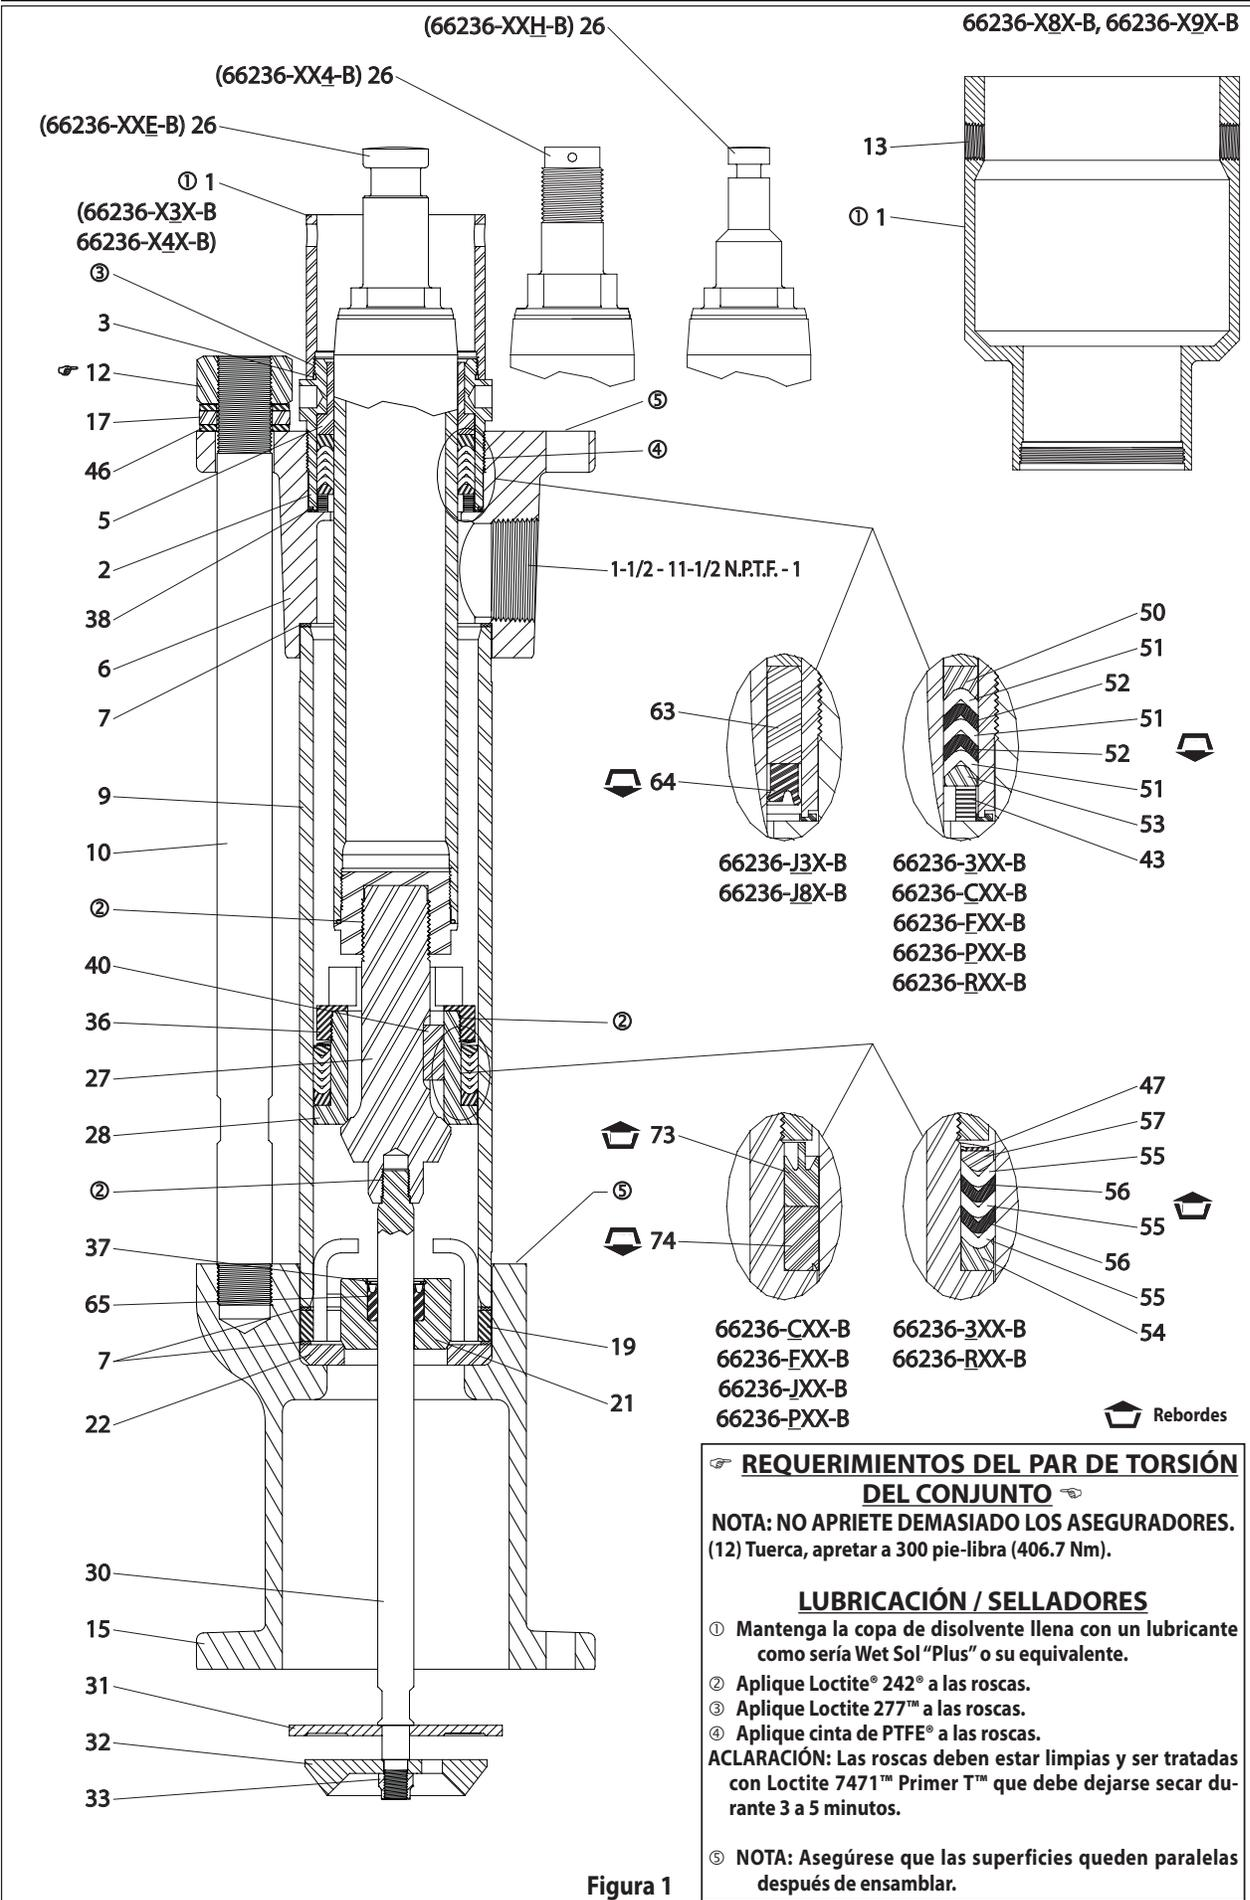

Figura 1
1. Ensamble el empaque superior dentro del cuerpo de salida (6), utilizando el material deseado (ver figura 1).
2. Ensamble la válvula (27), tres clavijas (40), el asiento de la válvula (28), empaques centrales y tuerca del asiento de la válvula (36) (ver figura 1).
3. Ensamble el empaque tipo "U" (65) en el cuerpo de la válvula de pie (21), asegurando el anillo de retención (37).
4. Coloque el asiento de la válvula de retención (22) y empaque (7) en el cuerpo de la cámara de presión (15).
5. Deslice el cuerpo de la válvula de pie (21) en la varilla (30). Coloque el montaje dentro del cuerpo de la cámara de presión (15) (ver figura 1).
6. Coloque el montaje de tope (19) y empaque (7) sobre el cuerpo de la válvula de pie (21) y en su posición correcta.
7. Asegure el cuerpo de salida (6) con una prensa. Deslice el extremo hembra del montaje del pistón (26) a través del cuerpo de salida (6).
8. Con el cuerpo de salida (6) todavía en una prensa, aplique Loctite 242 Threadlocker a las roscas de la válvula (27) y adose la válvula (27) al montaje del pistón (26) y asegure.
9. Lubrique los empaques centrales e interior del tubo (9). Coloque el empaque (7) en el cuerpo de salida (6). Deslice cuidadosamente el tubo (9) sobre el montaje del rodillo, apoyándolo en el cuerpo de salida (6).
10. Asegure el montaje de la válvula (8) en el cuerpo de salida (6).
12. Aplique Loctite 242 a las roscas de la varilla (30) (ver figura 1) y enrosque la varilla (30) en la válvula (27) y asegure.
13. Deslice el cuerpo de la cámara de presión (15) sobre el tubo (9) y en su posición correcta.
14. Deslice los pernos (10) a través de los orificios en el cuerpo de salida (6) y asegure al cuerpo de la cámara de presión (15).
15. Ensamble las tres arandelas (46), las arandelas de cierre (17) y las arandelas (46) a los pernos (10), asegurando con tres tuercas (12). NOTA: Apriete (12) tuercas a 300 pie-libra (406.7 Nm). NOTA: Asegúrese que las superficies del (6) cuerpo de salida y el (15) cuerpo de la cámara de presión queden paralelas después de ensamblar.
16. Para instalar el botón (32), presione el montaje del pistón (26) hacia abajo para extraer la varilla (30) fuera del fondo del cuerpo de la cámara de presión (15). Ensamble la placa (31) y el botón (32) a la varilla (30), asegurando la tuerca de cierre (33).